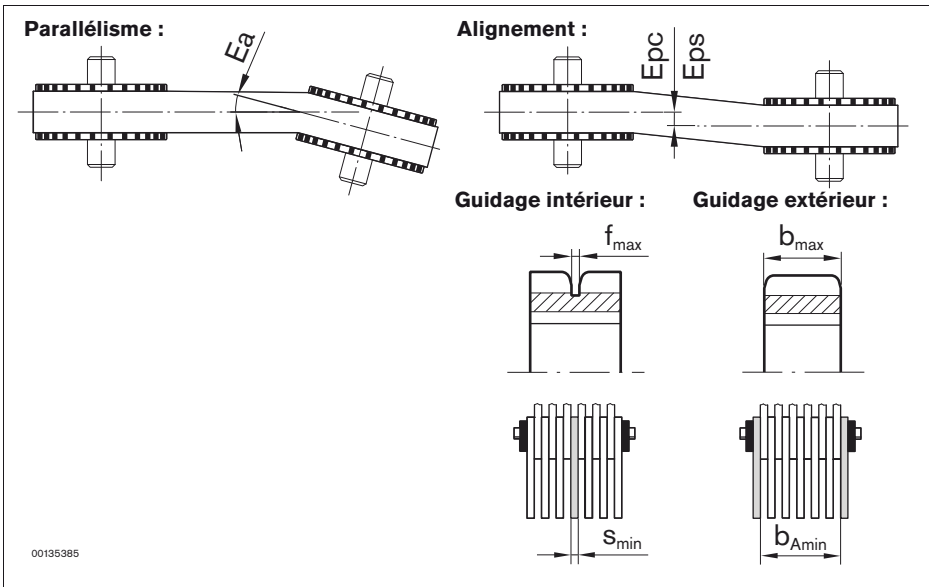

Fig. 8 : Pose correcte des roues dentées
- Les roues dentées doivent être parallèles les unes aux autres (voir Fig. 8).
- Les roues dentées doivent être alignées (voir Fig. 8).